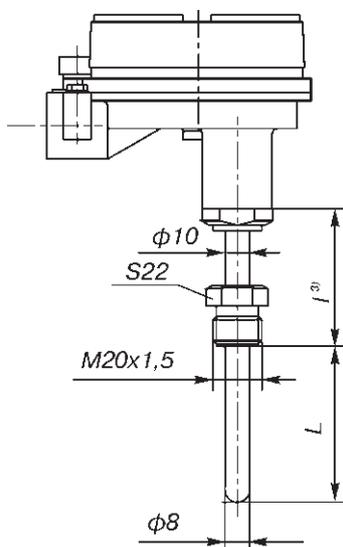

Рис. 24. (ост.см.рис.7), (штуцер подвижный)
- 3) L=120, 160, 200 мм (см. ссылку ¹⁾) для ТХАУ Метран-271-Exd по рис.24.
L=80 мм для ТСМУ Метран-274-Exd, ТСПУ Метран-276-Exd по рис.24.
24¹⁾ по рис.24